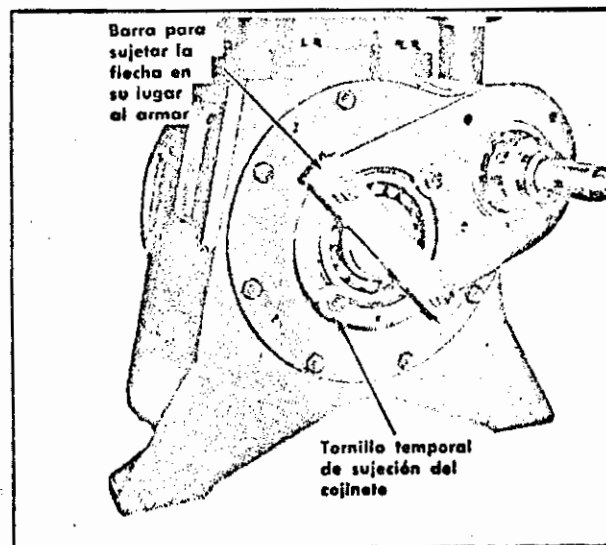

Fig. 14 - Tornillos temporales de sujeción del cojinete
2. Examínese la cavidad de la caja para la placa del cojinete (35) y la brida de la placa. Instálense los arillos de seguridad en las espigas de la caja de engranes e instálense las espigas en la caja.
3. Examínense los suplementos que se quitaron al desarmar. Si están en buenas condiciones colóquense en la brida de la placa (35) del cojinete. (Si los suplementos se han dañado en cualquier forma, midase el espesor del juego viejo de suplementos y reemplácense por nuevos del mismo espesor). El espesor de los suplementos es muy importante para mantener el alineamiento del engrane impulsor.
4. Introdúzcase el sub-conjunto de flecha impulsora a su lugar en la caja de engranes e instálase la placa del cojinete (35) en los tornillos de la caja de engranes. Además, instálense temporalmente dos tornillos de la tapa (36) del cojinete con rondanas anchas, a 180° uno del otro, para que sujeten el cojinete en la placa (35) tal como lo haría la tapa (36) si estuviera instalada, Fig. 14. Gírese el engrane para que los dientes marcados "X" queden en la parte superior. Márquense estos dientes con tiza de color para que se puedan localizar fácilmente al instalar el conjunto de soporte del ventilador y el engrane correlativo.
5. Examínese la cavidad superior de la caja de engranes, donde asienta el conjunto de soporte (17) del ventilador para ver que esté limpia y lisa. Instálase luego el juego original de suplementos que se quitó, si está en buenas condiciones, o reemplácense con un juego nuevo que tenga el mismo espesor.
8. Armese un sub-conjunto con la flecha impulsora (40) del ventilador de motores de tracción, excluyendo el cojinete de la flecha del lado opuesto al del engrane. En el extremo de la flecha, donde va el engrane, instálense el botador de aceite hasta que asiente contra el reborde de la flecha, seguido del cojinete, el botador externo y finalmente el engrane, rondana y tuerca del engrane del ventilador de motores de tracción. Ajústese la cuña para que quede apretada en el engrane y en la flecha. Después de haber apretado la tuerca del engrane, introdúzcase la chaveta para evitar que gire la tuerca. Se debe tener cuidado al doblar la chaveta, para que no quede sobre el extremo de la flecha, porque podría interferir con la tapa de este lado al armar el conjunto. Introdúzcase el sub-conjunto completo en la caja de engranes. Después de la instalación, aplíquese el cojinete en el lado de la flecha opuesto al del engrane, apoyando la flecha sobre su extremo del engrane.
9. Instálense el botador de aceite junto al cojinete en el extremo de la flecha principal (27) donde va el acoplamiento. Instálense el engrane impulsor (30) y su cuña en la flecha (27). Póngase una barra de apoyo en el lado opuesto de la flecha principal, para no expulsarla hacia fuera del cojinete, Fig. 14.
10. Antes de instalar la tapa (25) instálense la brida impulsora del acoplamiento y su cuña en la flecha principal, para facilitar el trabajo posterior de instalación.
11. Examínese la tapa (25) para ver que esté limpia y en buenas condiciones. Instálense un nuevo sello de aceite en la tapa. El sello se instala con su resorte hacia el acopla-